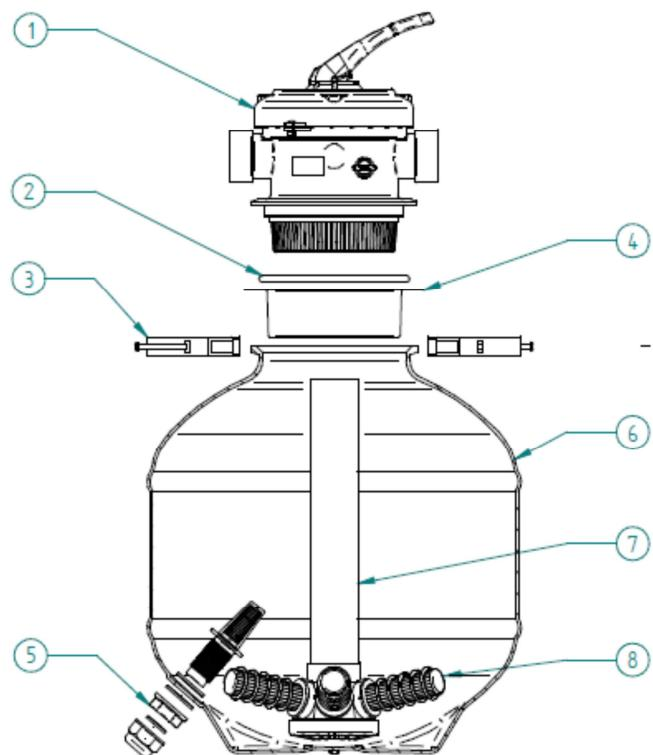

Fig. 4
16. *Válvula multifunción*: dispositivo que sirve para regular el flujo del agua (Fig. 4, # 1).